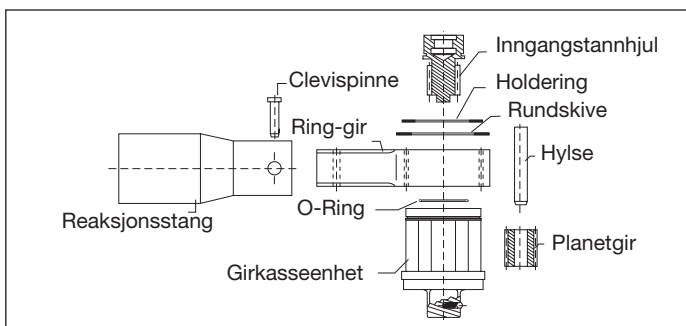

Fig. 4
1. Ta av holderingen og rundskivene (Fig. 4) fra inngangssiden på momentforsterkers hus.
3. Fjern inngangstannhjulet fra girkasseenheden ved å trekke og dreie. Bruk en arborpresse til å fjerne pinnene fra planetgirene (Fig. 4).